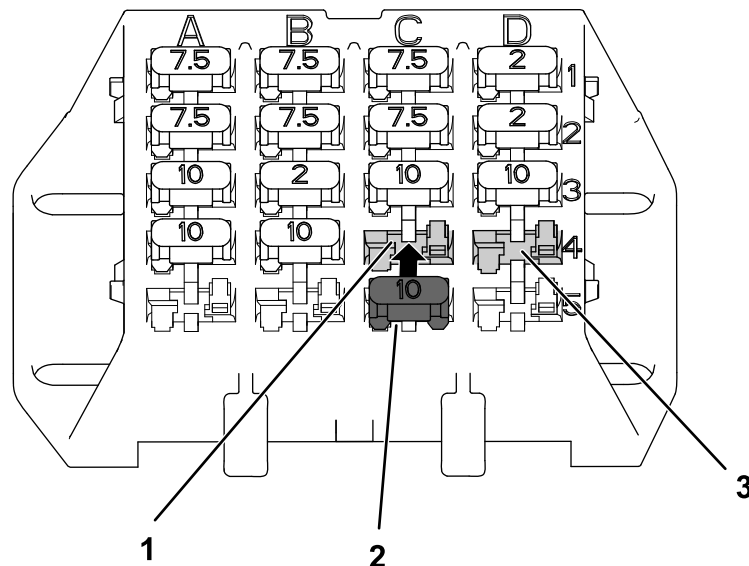

Figura 13
1. Instale el fusible en la ranura C4 de la caja de fusibles (Figura 13).